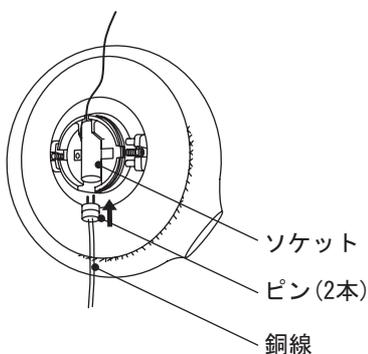

図 7
② グローブをキャップに合わせ、時計回りに回して、確実に固定してください。(図 7 参照)